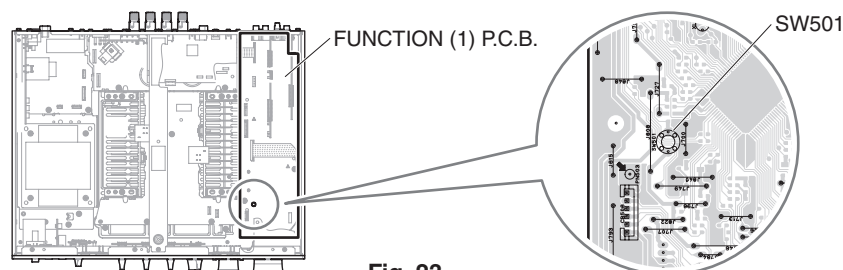

Fig. 23
2. While pressing the SW501 on FUNCTION (1) P.C.B., press the "⏻" (power) switch. (Fig. 23)
2. FUNCTION(1) P.C.B. の SW501 を押しながら "⏻" (電源) スイッチを押します。(Fig. 23)